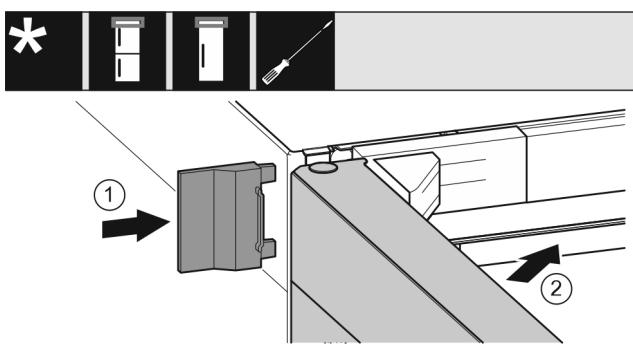

Fig. 23
- Shtyni kapakun mbulues të jashtëm Fig. 23 (1).
- Mbyllni derën lart Fig. 23 (2).